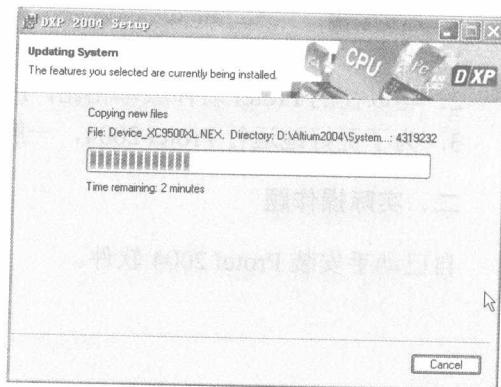

图 1-3-7 显示安装信息
⑥ 单击下一步按钮，安装向导将显示安装信息并提供安装进度和时间，如图 1-3-7 所示。